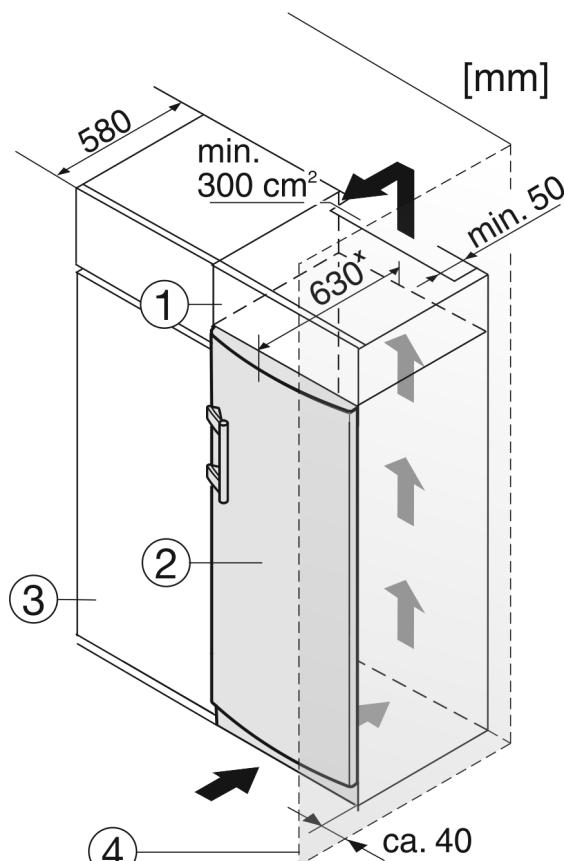

Fig. 11
L'appareil peut être entouré de meubles de cuisine. Pour adapter l'appareil *Fig. 11 (2)* à la hauteur des placards de la cuisine intégrée, on peut placer un élément haut *Fig. 11 (1)* au-dessus de l'appareil.
Lors de la transformation avec des placards de cuisine (profondeur max. 580 mm), l'appareil peut être placé directement à côté du placard de cuisine *Fig. 11 (3)*. L'appareil dépasse latéralement de 34 mm^x et de 50 mm^x au centre de l'appareil par rapport à la face avant du placard de cuisine.
Si l'appareil est installé avec les charnières à côté d'un mur *Fig. 11 (4)*, la distance entre l'appareil et le mur doit être de 40 mm min. Ceci correspond à la saillie de la poignée lorsque la porte est ouverte.